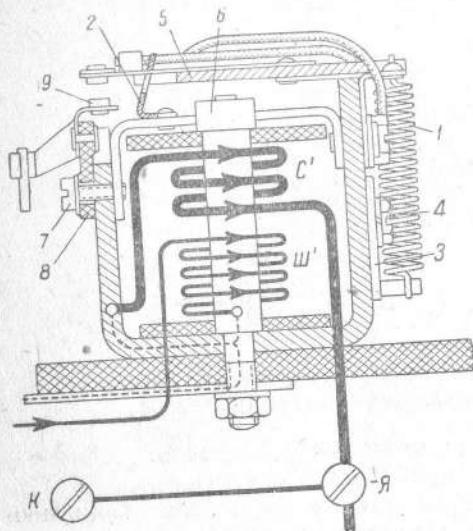

Рис. 40. Конструктивная схема реле
Напряжение, при котором происходит замыкание контактов реле, зависит от расстояния между якорем и сердечником реле и от натяжения пружины 1 (рис. 40, стр. 66).
5) измерить шупом зазор между якорем 5 (см. рис. 40) и сердечником реле 6 при разомкнутых контактах и соответствующим подгибанием упорной рамки 2 довести его до 1,8—2,4 мм;